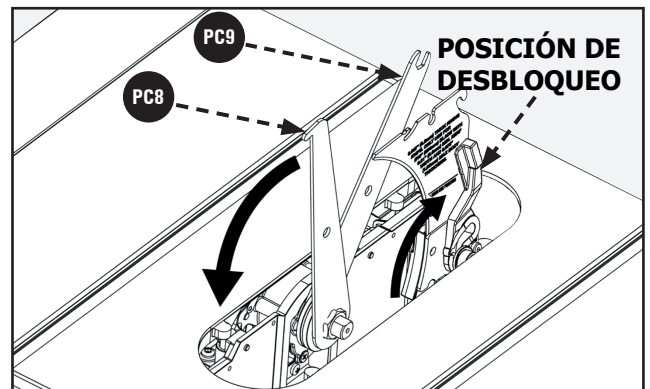

FIGURA 7
1. Levante el conjunto del motor/mandril en la posición más superior para proporcionar fácil acceso a la palanca de bloqueo del separador y el conjunto del mandril. Asegúrese de que la palanca de bloqueo del separador esté en la posición de desbloqueo. Consulte la Figura 7.
2. Asegúrese de que la palanca de bloqueo de la cuchilla de esculpir esté en la posición de desbloqueo. Véase la Figura 7.
5. Sosteniendo el eje del mandril en su lugar, afloje y retire la tuerca del mandril y la brida del mandril. Consulte la Figura 7.